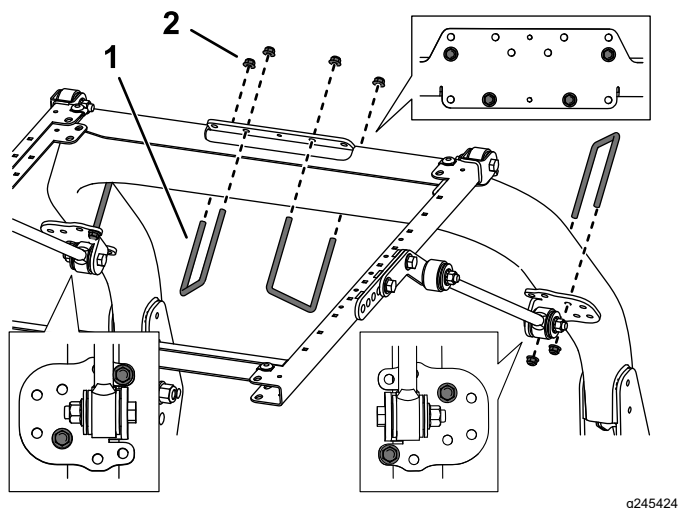

Bild 39
8. Befestigen Sie jede Strebenhalterung lose mit einem U-Bügel ($3\frac{1}{2}$ " x 5") und zwei Bundmuttern in den in Bild 39 abgebildeten Befestigungslöchern an den Streben des Überrollbügels.